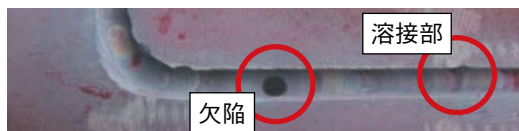

図2 浸透探傷試験：欠陥例
**(2) 浸透探傷試験：P T (Penetrant Test)**
この試験はカラーチェックともいい、試験体表面に開口した欠陥を検出できます。液体のぬれ及び毛細管現象を利用します。作業手順は、①試験体の表面及び欠陥部の洗浄 ②欠陥内部に浸透液を塗布 ③欠陥部以外に付着している余剰浸透液を除去 ④試験体表面に白色の現像粉末を吹き付ける ⑤毛細管現象を利用して欠陥内の浸透液を吸い出し拡大した模様を得る、となります。目視試験と比較し欠陥が拡大されて観察されるため検出性に優れています。また、特殊な装置をほとんど必要としないため簡便に適用されます。但し、欠陥が表面に開口していない場合や欠陥に水や油などの異物が詰まっている場合は適用できません。図2に浸透探傷試験による欠陥の例を示します。